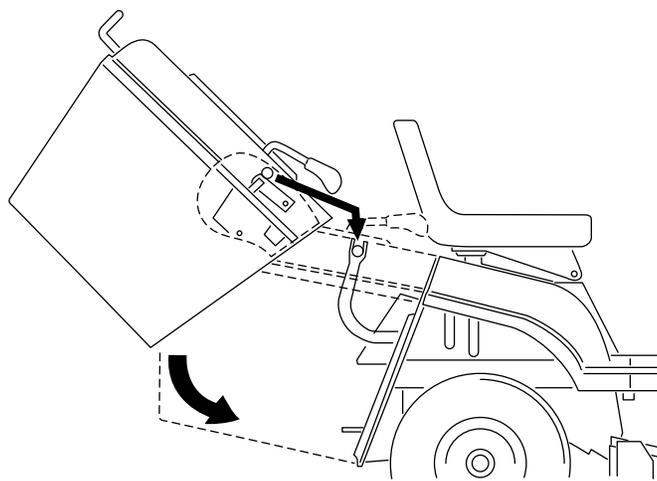

Figure 37
1. Tenez le bac des deux mains et basculez-le en avant (Figure 37).
2. Inclinez le bac en avant d'environ 40 degrés et glissez-le sur les deux supports à l'arrière de la machine (Figure 37).